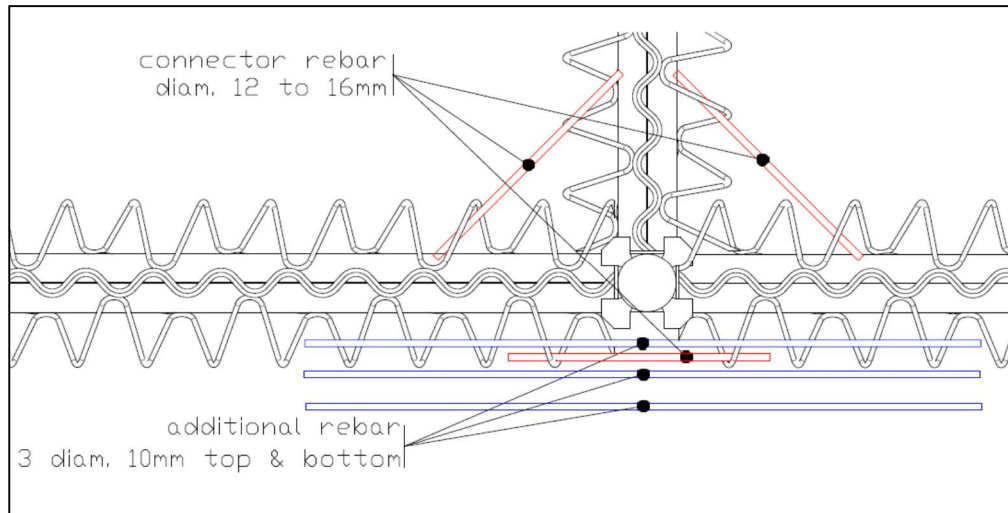

Bild 6 : Bewehrung an Kreuzungselementen und zusätzliche Bewehrung für T-Kreuzungen.
**Schritt 6:** Verschweißen Sie einige zusätzliche Bewehrungsseisen in den Ecken der sich kreuzenden Fugenprofile. Im Falle der Bildung einer T-Kreuzung, legen Sie weitere zusätzliche Bewehrungsseisen entlang der Fuge auf Seite der durchlaufenden Platte (siehe Bild 6) und platzieren Sie einige nötige Verschweißungen. Konsultieren Sie die Details für X-, L- and T-Kreuzungen für nähere Informationen.